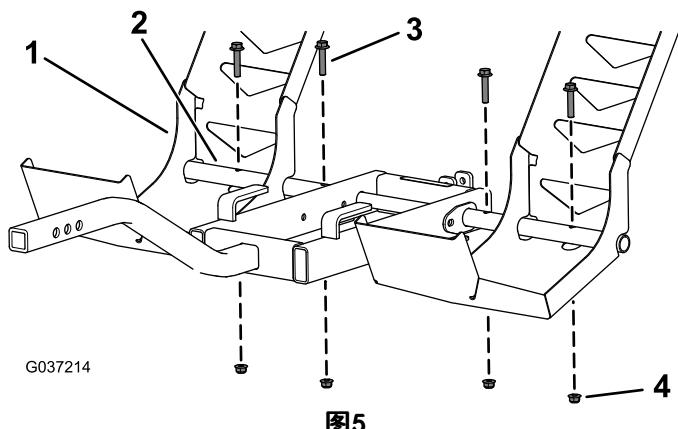

图5
4. 如图5所示, 将施肥斗枢轴上的孔与左、右施肥斗坡道上的孔对齐, 然后用 4 个凸缘头螺丝 (5/16 x 1-1/2 英寸) 和 4 个凸缘螺母 (5/16 英寸) 将它们固定。